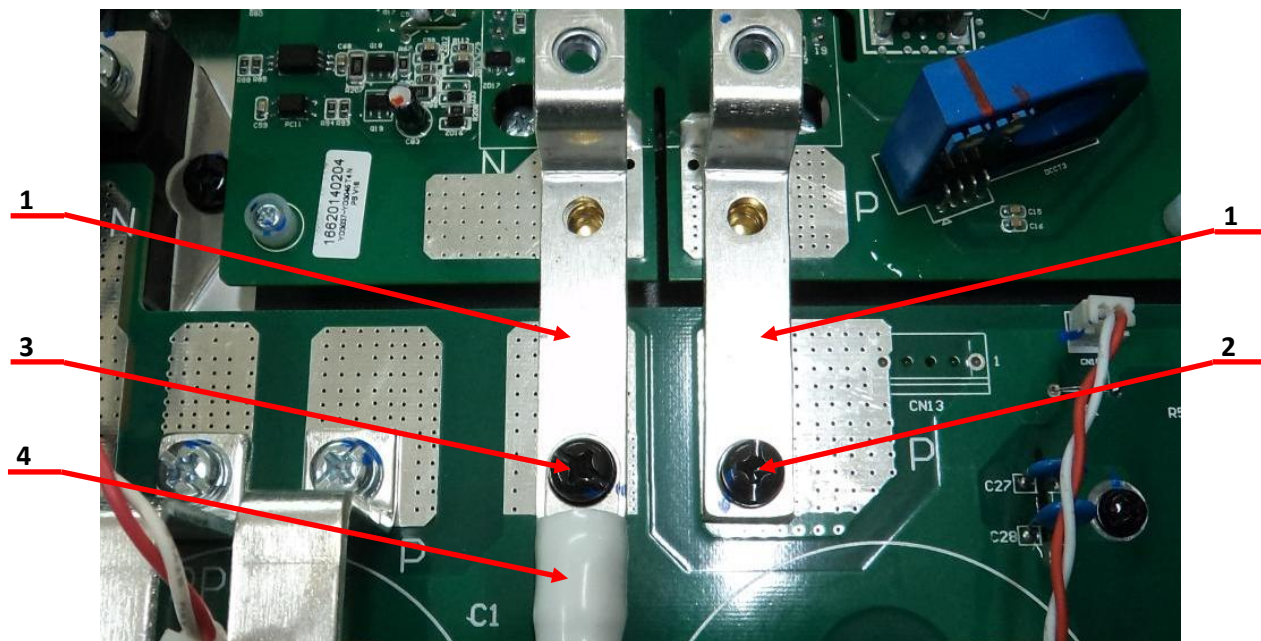

Рис.7.20
7.6.9. Установить шины поз.1 и закрепить их винтами поз.2 и поз.3 (рисунок 7.20). Под винт поз.3 установить наконечник кабеля «-» поз.4.